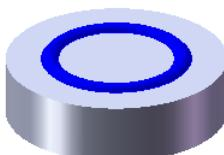

图 17.10.5 创建旋转 1
Step3. 创建图 17.10.5 所示的零件基础特征——旋转 1。
(1) 选择命令。选择下拉菜单 **插入(I)** → **凸台/基体(B)** → **旋转(R)...** 命令。